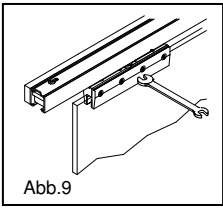
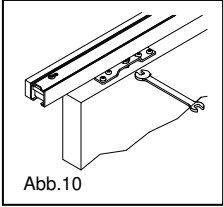

Abb.9
Abb.10
11. Das Türblatt einhängen, die Höhe durch eindrehen der Tragschraube einstellen, dann Schiebetüre ausrichten. Die Kontermuttern werden an den Tragschrauben (Abb.9 oder Abb.10) fest angezogen.